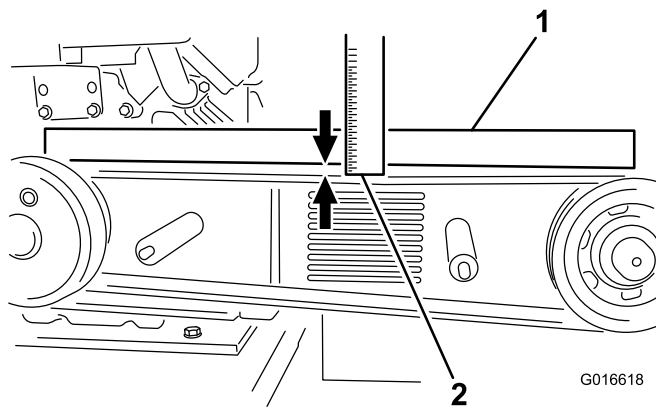

Figure 27
6. Posez une règle en travers des poulies d'embrayage et du volant hacheur, serrez le boulon de tension de la courroie de sorte à obtenir une flèche de 1 cm (0,40") lorsqu'une pression de 6,8 kg (15 lb) est exercée au centre du brin (si vous retendez une courroie en cours d'utilisation) ou lorsqu'une pression de 8 kg (18 lb) est exercée si la courroie est neuve (Figure 27).